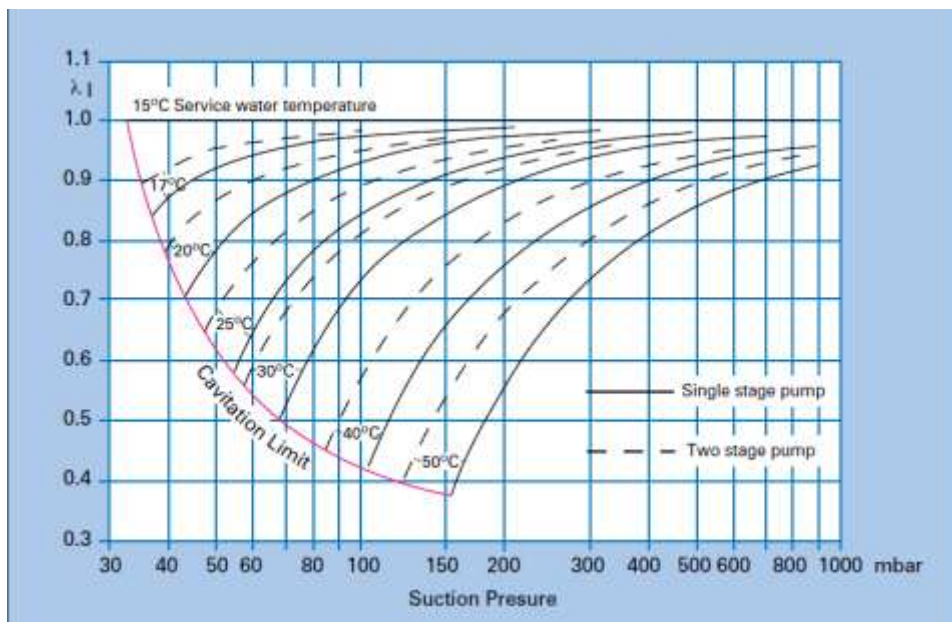

Bild 7. Effekten av servicevätskans temperatur på kapaciteten
- Justera in servicevätskans flöde och temperatur (bild 7) enligt instruktionerna i manualen och/eller enligt beräkningar
- Kontrollera drivvätskan temperatur (se bild 7)